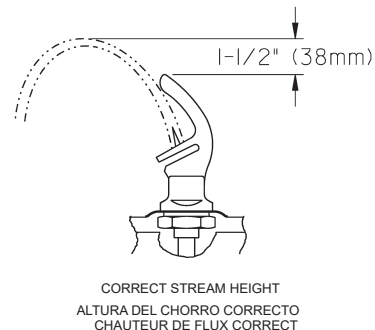

Fig. 5
- 8) Stream height is factory set for 45-50 PSI supply. If supply pressure varies greatly from this, readjust stream height to approximately 1-1/2" (38mm) above the bubbler guard by turning adjustment screw, accessible by removing front push panel, (see Fig. 5 & 6).
- 9) Replace the front panel and secure by retightening four (4) screws.
- 8) Altura del chorro viene configurado de fábrica para el suministro de 45-50 PSI. Si la presión del suministro varía demasiado de este valor, reajuste la altura del chorro a aproximadamente 1-1/2" por encima del protector del borboteador dando vuelta al tornillo de ajuste sacando el panel frontal de empuje, (vea Fig. 5 y 6).
- 9) Vuelva a colocar el panel frontal y asegúrelo apretando nuevamente los cuatro (4) tornillos.
- 8) Hauteur de flux est réglé en usine pour la fourniture de 45 à 50 lb/po². Si la pression varie beaucoup de ce point, ajustez le niveau à nouveau à environ 1-1/2" (38mm) au-dessus du protège-barboteur en tournant la vis de réglage du régulateur que l'on trouve en retirant le panneau, (voir fig. 5 et 6).
- 9) Remplacez le panneau avant et fixez le en place en resserrant les quatre (4) vis.